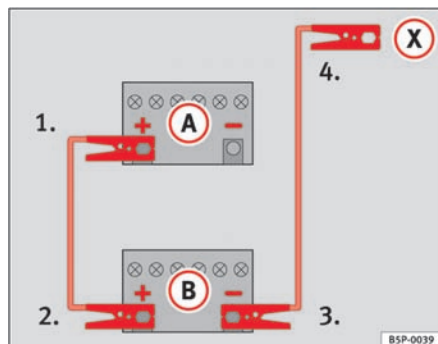

Fig. 158 Sådan skal startkablerne sættes på.
På ⇒ fig. 158 ses det afladede batteri (A) og det opladede batteri (B).
1. Forbind den ene ende af det røde startkabel til pluspolen ⇒ fig. 158 (+) i bilen med det afladede batteri ⇒ ⚠.
4. Forbind den anden ende af det sorte startkabel (X) til en massiv metaldele, der er skruet fast på motorblokken, eller på selve motorblokken i bilen med det afladede batteri. Forbind det ikke til et sted nær batteriet ⇒ ⚠.